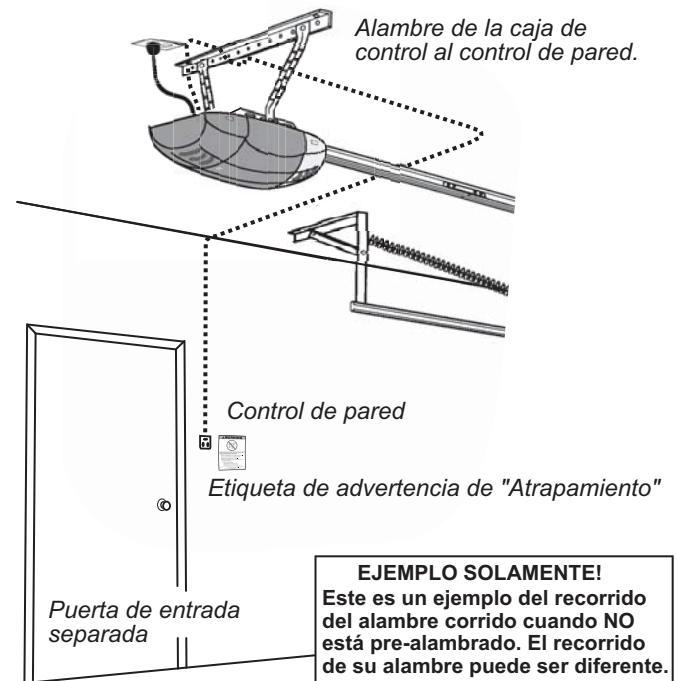

FIG. 3-1 Recorrido de alambre del control de pared
- Localice los extremos de alambres pre-alambrados del control de pared (**Fig. 3-1**). (Estos se deben localizar dentro de las directivas mencionadas arriba.)
- Escoja una localización conveniente para el control de pared del montaje usando las pautas mencionadas anteriormente (**Fig. 3-1**).
- Corra el alambre del control a la caja de control (**Fig. 3-1**).